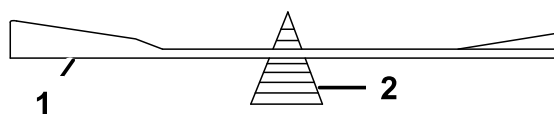

Bild 64
2. Prüfen Sie die Auswuchtung des Schnittmessers auf einer Ausgleichsmaschine (Bild 64).